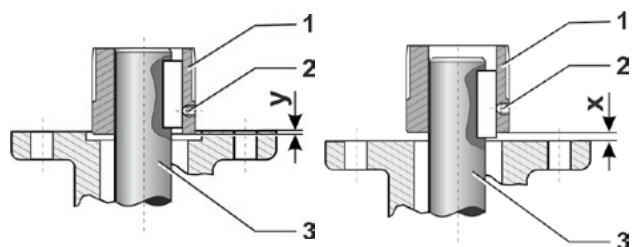

图2：轴套的安装位置
2. 将驱动轴套（部件2）套到阀杆（5）上面，并且使用紧固螺丝（3）将轴套固定到阀杆上，以确保轴套没有轴向位移。安装时，请注意x和y的尺寸（参见图2以及下表）。